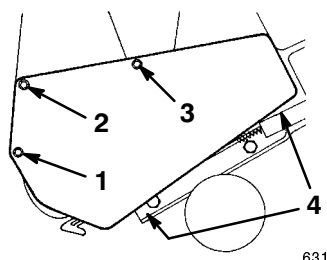

Bild 26
6. Entfernen Sie die drei Blechschrauben, die beiden Innensechskantschrauben, die Scheibe und die beiden Sicherungsmuttern, mit denen die Riemenabdeckung des Schneefräsenrahmens abgesichert wird (Bild 26). Legen Sie die Riemenabdeckung zur Seite.